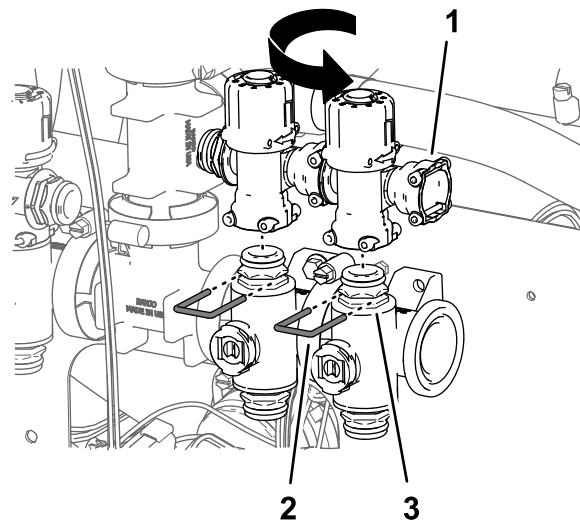

図 103
8. ノズルバルブ 6番と7番のバイパスバルブについてもステップ 5-7 の作業を行う 図 103。